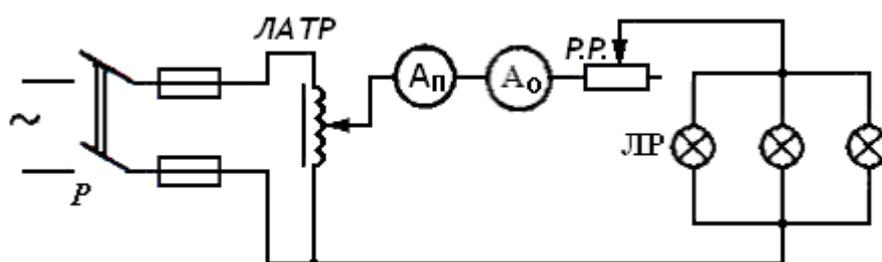

Рисунок 1
2. Собрать цепь по схеме рис.1.